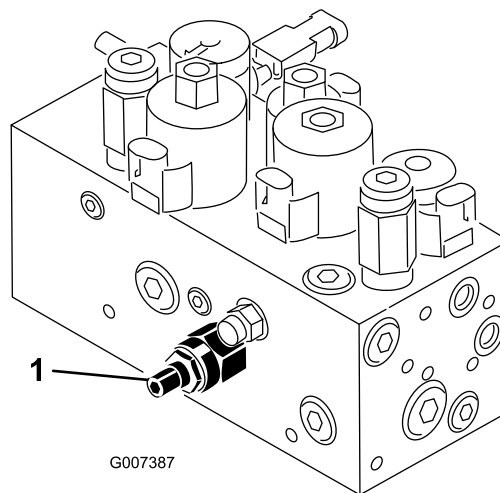

Рисунок 46
Гидравлический контур подъема/опускания режущих блоков оснащен клапаном-регулятором расхода (Рисунок 46). Этот клапан настроен на заводе-изготовителе в положение, соответствующее приблизительно трем оборотам в сторону открывания, но может потребоваться его регулировка для компенсации различий в температурах гидравлического масла, скоростей скашивания и т.п.
1. Поднимите сиденье и найдите клапан-регулятор расхода (Рисунок 46) для средней приводной рамы, расположенный на боковой стороне гидравлического коллектора.